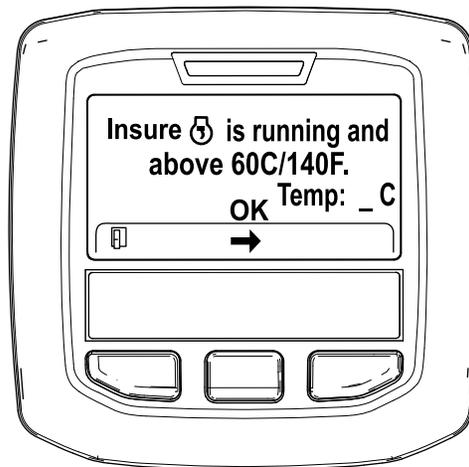

Figure 41
5. Si la température du liquide de refroidissement est inférieure à 60°C (140°F), le message "Insure  is running and above 60C/140F" (Vérifier que cela fonctionne et température supérieure à 60C/140F) s'affiche (Figure 41).